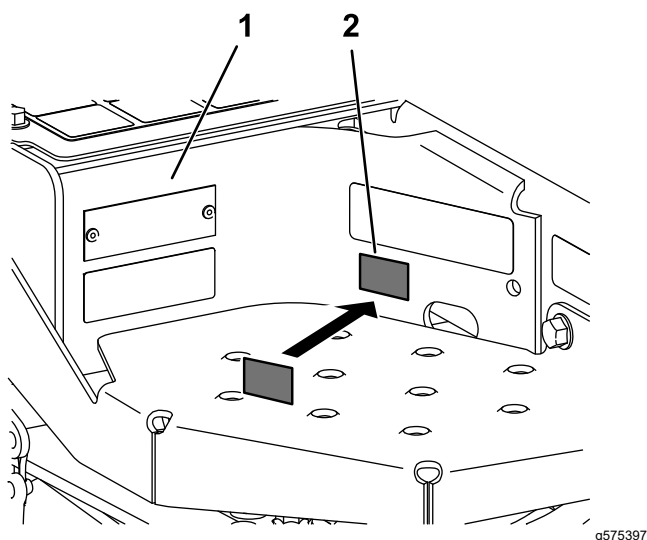

図 5
1. 消毒用アルコールと清潔な布を使ってシリアルプレート隣の領域を拭き、乾燥させる。図 5
2. 製造年デカルの台紙を剥がし、デカルを貼りつける(図 5)。